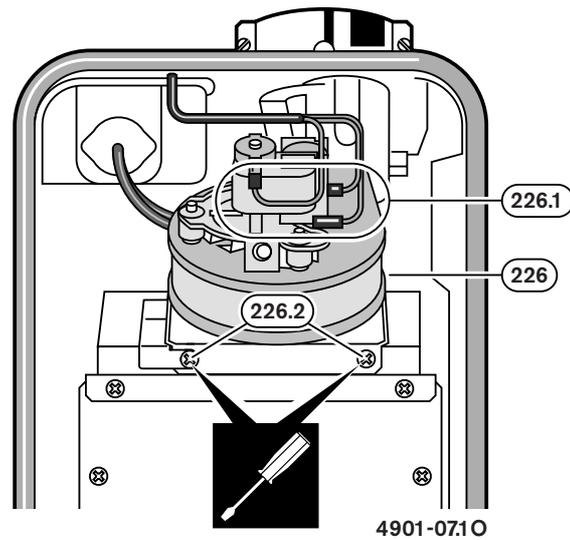

**Bild 5**
- Schrauben an der Saugseite des Abgasventilators entfernen (Bild 5) und Drosselscheibe Ø 44 (7.4) an der Saugseite des Abgasventilators (226) befestigen (Bild 6).